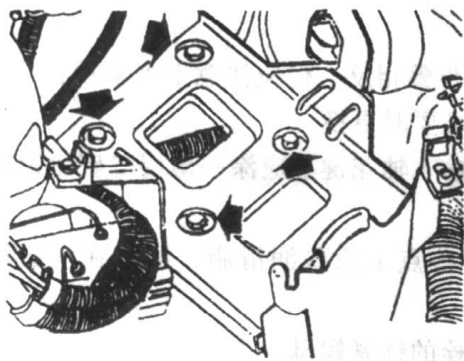
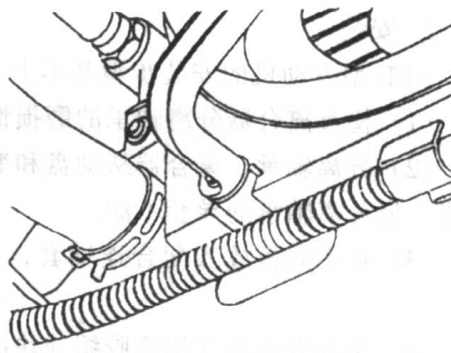

图 1-8 蓄电池支架的拆卸
图 1-9 拔下散热器的下水管
- (1) 在点火开关切断的情况下拆下蓄电池搭铁线。
- (2) 拆下蓄电池，注意先向外拉出后再取下。
- (3) 旋松蓄电池支架紧固螺栓，拆下蓄电池支架，如图 1-8 所示。
- (4) 在发动机下放置一个收集盘。
- (5) 旋开冷却液储液罐盖。
(6) 如图 1-9 所示，松开散热器下水管夹箍，拔下散热器的下水管，放出冷却液。所抽取的冷却液必须用干净的容器予以收集，用于处理或再使用。